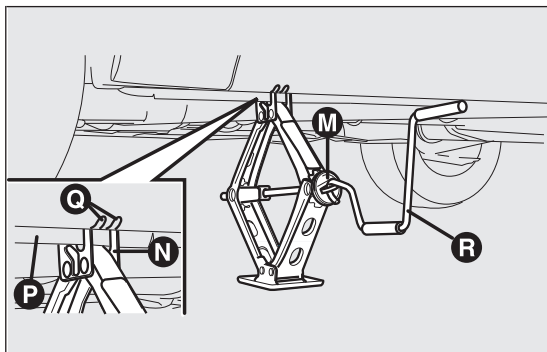

fig. 127
- ❑ actionner le dispositif M fig. 127, pour déplier le cric, jusqu'à ce que la rainure N en haut du cric soit parfaitement insérée sur le profil inférieur P façonné sur la caisse au niveau de l'indication Q (à environ 72 cm du centre de la roue AV ou à 75 cm du centre de la roue AR) ;
- ❑ introduire la manivelle R fig. 127 dans le dispositif du cric et soulever la voiture jusqu'à ce que la roue soit à quelques centimètres au-dessus du sol ;
- ☐ tourner la manivelle R fig. 127 du cric de manière à baisser la voiture et retirer le cric ;